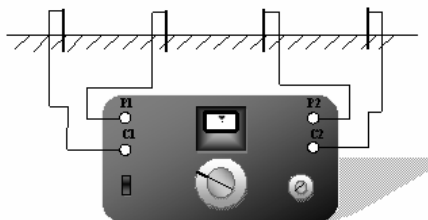

Figura 21. Conexión del Equipo de resistividad empleando el método de cuatro pines
- Conectar las dos puntas “C” a las dos varillas de prueba conectadas a tierra y las dos puntas “P” a las dos varillas de prueba centrales. (Observe la figura 21). Se recomienda que las varillas se encuentren enterradas mínimo a 1 cm.